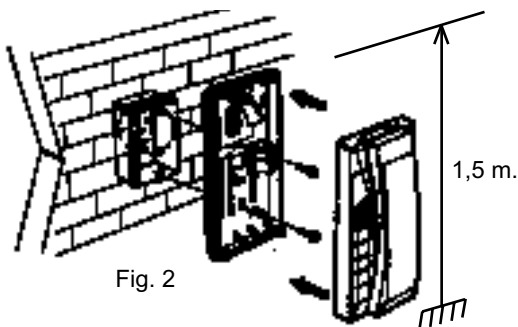

Fig. 2
- 2- Fissare il citofono su scatola rettangolare verticale standard a 3 moduli preventivamente incassata tramite le due viti in dotazione o avvitarle le stesse su tasselli ad espansione $\varnothing 5$. Si consiglia di fissare la parte superiore del citofono ad un'altezza di 1,5 m dal pavimento (fig. 2).